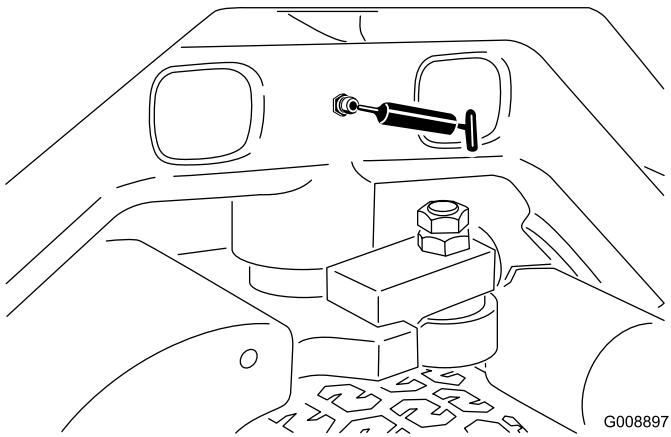

Figura 50
- Perno dello sterzo (Figura 50)